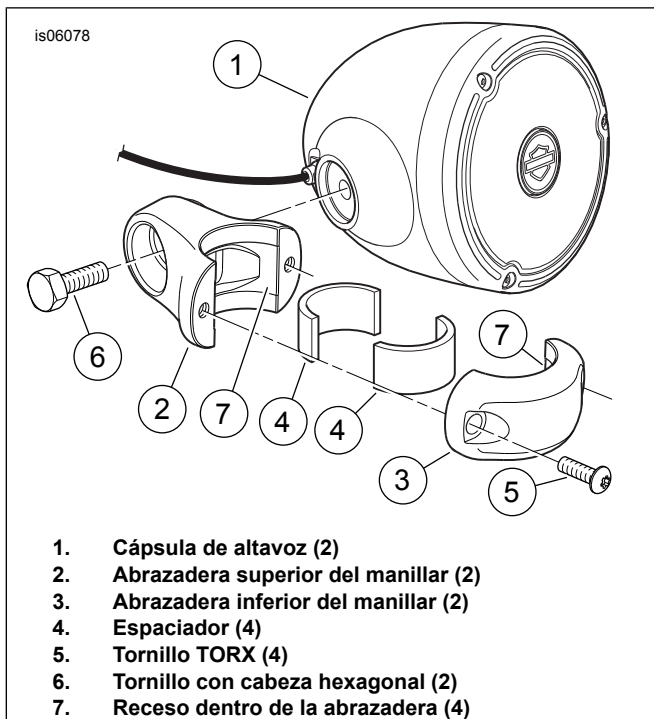

Figura 3. Instalación del altavoz montado en el manillar
1. Vea Figura 3. Obtenga del kit los siguientes artículos:
- conjunto de cápsulas de los altavoces (1)
- dos abrazaderas superiores del manillar (2)
- dos abrazaderas inferiores del manillar (3)
- cuatro espaciadores (4)
- cuatro tornillos TORX de 1/4-20 x 19 mm (0.75 in) de largo (5)
- dos tornillos con cabeza hexagonal de 3/8-16 x 19 mm (0.75 in) de largo (6)